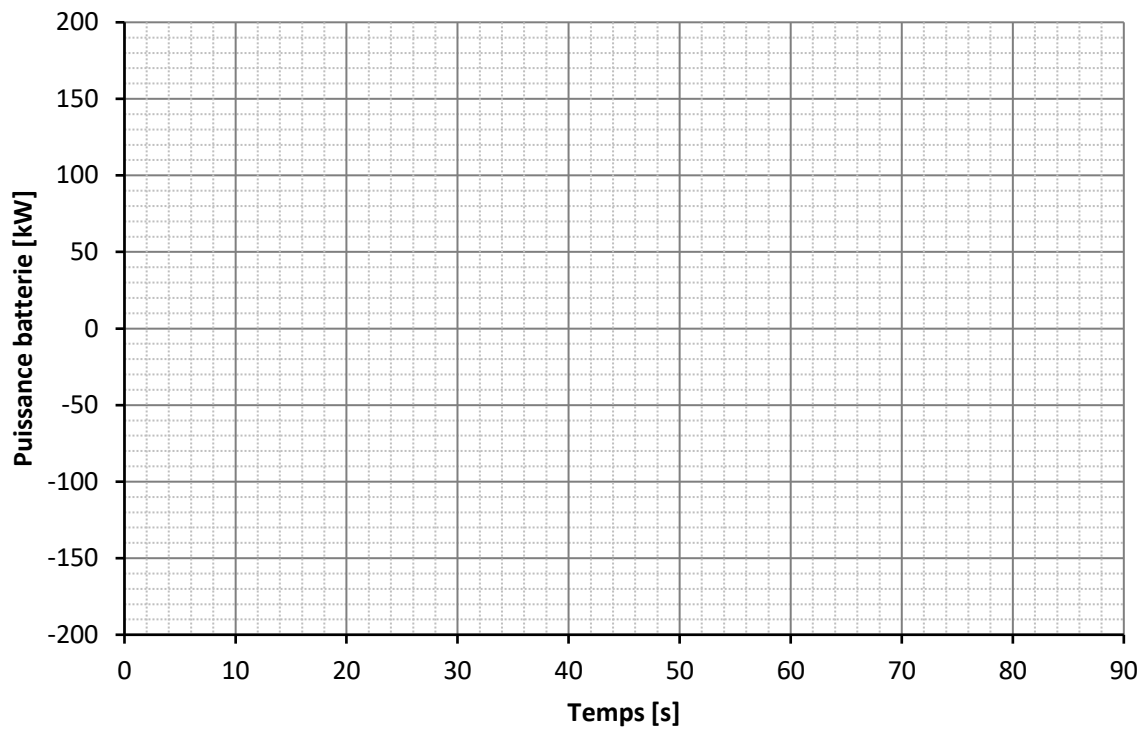

Figure 6 : puissance batterie
1.5 Sur la Figure 6 ci-dessous tracez la courbe de la puissance batterie en fonction du temps.